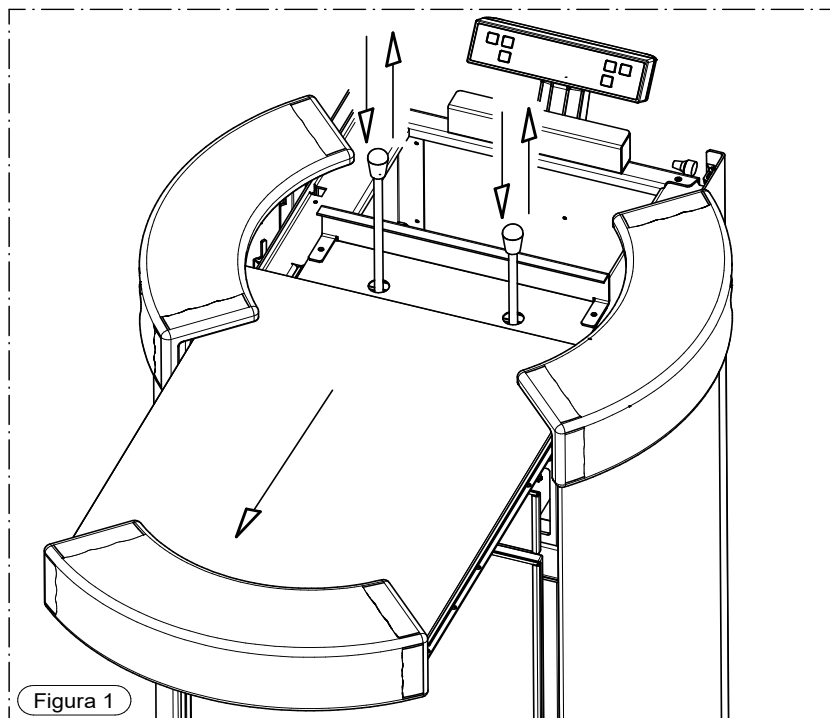
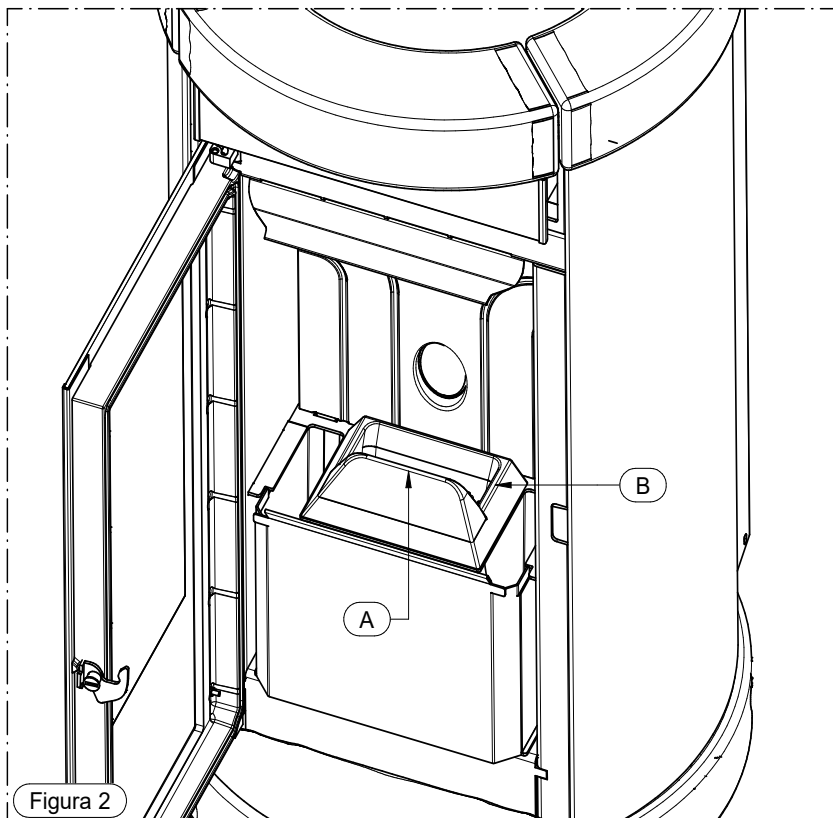

Figura 1
Figura 2
E' un pratico dispositivo che evita la messa in circolazione di polveri sempre presenti in ambienti domestici. Il filtro (indicato con la lettera A nell'immagine a lato) si trova nel retro dell'apparecchio (vedi figura a lato Figura 1). Una frequente pulizia permette di avere maggiore aria calda disponibile durante il funzionamento (il filtro va lavato con acqua fredda e asciugato, ogni 5 giorni).
E' possibile canalizzare l'aria calda anteriormente o posteriormente all'apparecchio agendo sulle 2 leve indicate nella Figura 1 e Figura 2; per canalizzare completamente o parzialmente l'aria nel tubo posteriore destro agire sulla leva A (Figura 1), per canalizzare completamente o parzialmente l'aria nel tubo posteriore sinistro agire sulla leva B (Figura 2).
---> per il termostato ambiente aggiuntivo collegare direttamente i morsetti 7-8 della morsettiera CN7 in scheda agendo come indicato nella Figura 1.
---> per il cronotermostato – modem aggiuntivo collegare direttamente i morsetti 9-10 della morsettiera CN7 in scheda agendo come indicato nella Figura 1.
E' possibile installare un termostato ambiente aggiuntivo, collegandolo alla scheda come indicato nella Figura 1. Il principio di funzionamento è il seguente:
E' possibile installare, in alternativa al termostato ambiente, un cronotermostato, collegandolo alla scheda come indicato nella Figura 1. Utilizzando questa uscita alla chiusura del contatto del cronotermostato si avvia il ciclo di START, mentre all'apertura dello stesso contatto si avvia il ciclo di OFF. Il regime di funzionamento all'accensione (potenza di combustione - velocità di ventilazione) è il medesimo usato prima dell'ultimo spegnimento dell'apparecchio.
OGNI 3 GIORNI sollevare e fare ricadere per alcune volte le aste spazzolatubi (figura 1); per accedere alle aste raschiatubi è necessario estrarre dapprima il coperchio serbatoio.